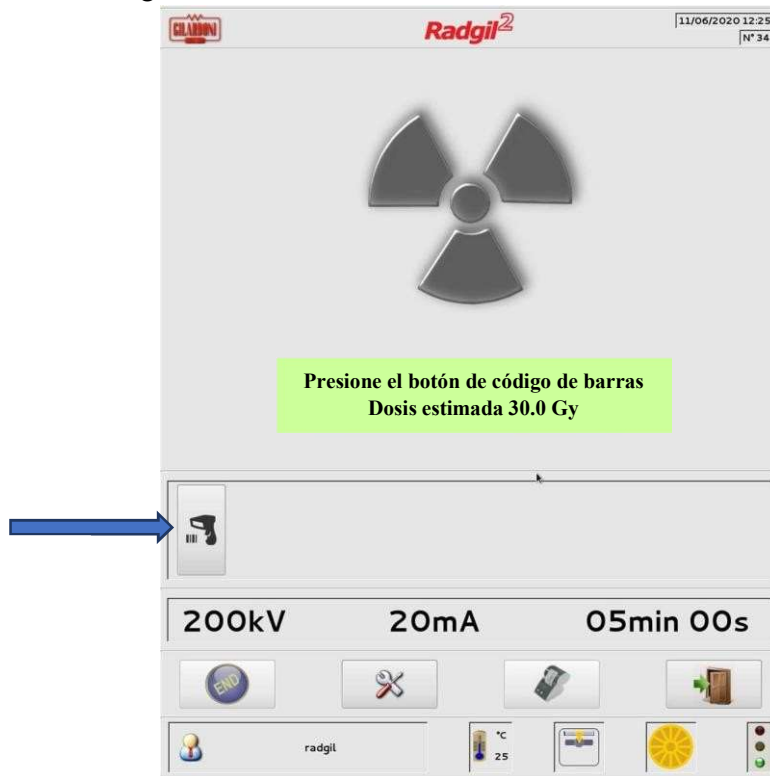

Figura 24
B) Si su dispositivo está configurado para leer etiquetas de códigos de barras, haga clic en el icono LECTOR DE CÓDIGOS DE BARRAS como se muestra a la izquierda de la FIGURA 24;